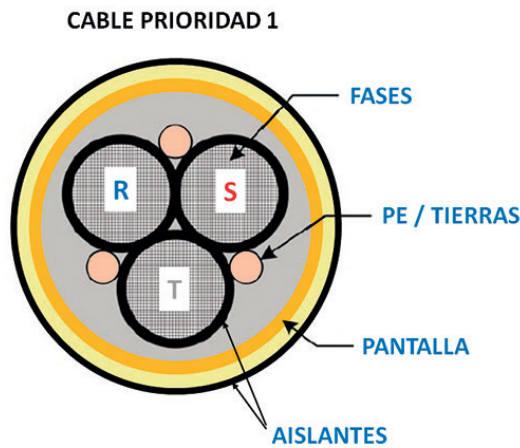

Figura 3. Prioridad 1; cable apantallado simétrico equilibrado con 3 conductores de fase más 3 conductores de tierra (3+3).
**Cable de prioridad 1:** la configuración que se muestra en la Figura 3, cuando se termina adecuadamente en los dos extremos del cable, es la mejor opción. Este cable tiene tres conductores de tierra que están distribuidos equilibradamente entre los cables de las tres fases. El cable no introduce desequilibrio de fase. Este tipo de cable tiene la prioridad 1 de uso porque da como resultado las corrientes mínimas en modo común en el circuito de conexión a tierra y minimiza las EMI de alta frecuencia.